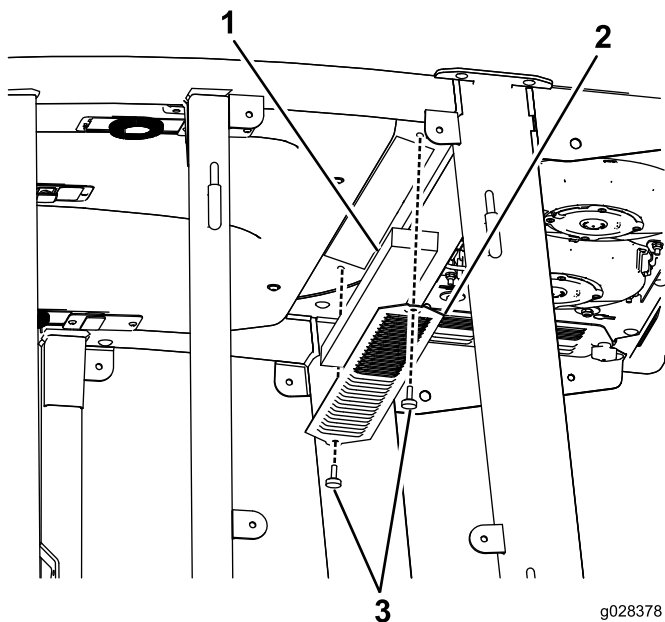
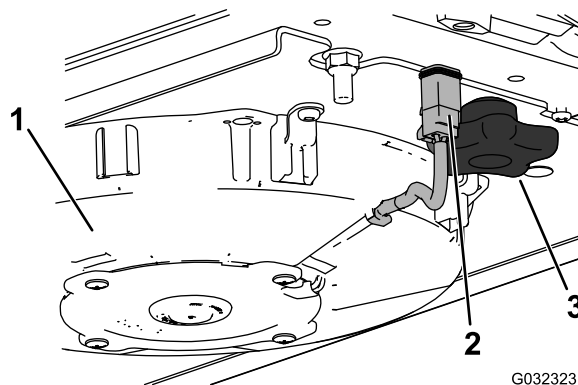
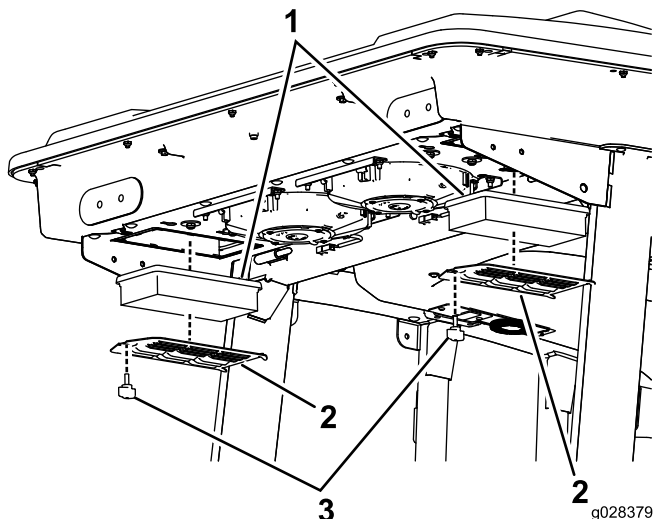
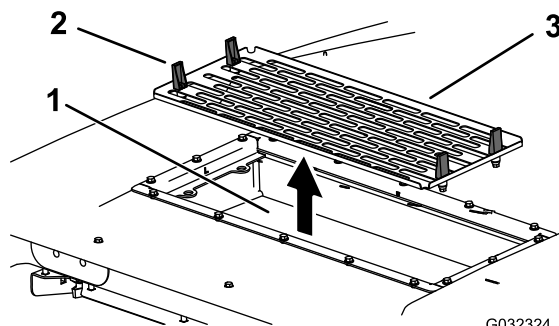

Figura 89
Figura 91
Figura 90
Figura 92
1. Rimuovete le viti e le griglie sia dal filtro dell'aria interno alla cabina, sia da quello sulla parte posteriore della cabina (Figura 89 e Figura 90).
5. Togliete i filtri dell'aria (vedere Figura 90).
7. Installate i filtri dell'aria, la griglia e il gruppo ventola (Figura 90, Figura 91 e Figura 92).
8. Collegate il filo per ciascuna ventola (Figura 91).